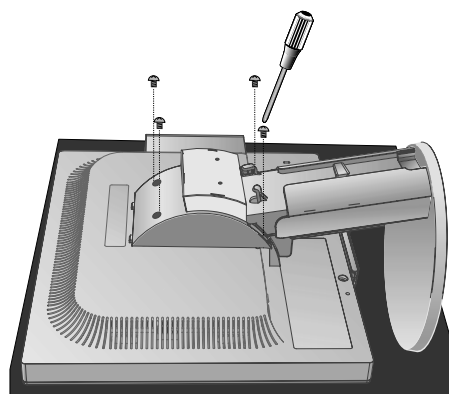

Figura S.2
3. Sistemare il monitor verso il basso su una superficie non abrasiva (**figura S.2**).
4. Togliere le 4 viti che fissano il monitor al supporto (**figura S.2**).